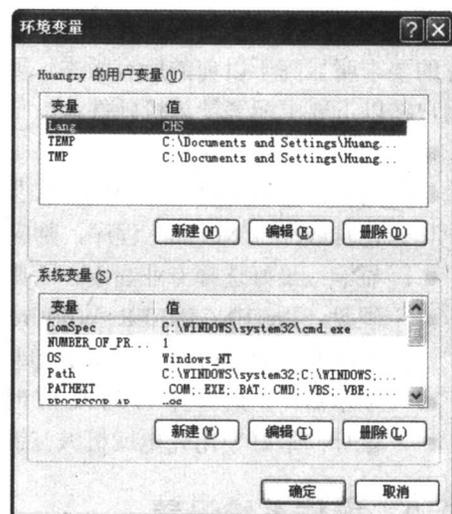

图 1.4 【环境变量】对话框
- (4) 单击【环境变量】选项卡，显示如图1.4所示的【环境变量】对话框。